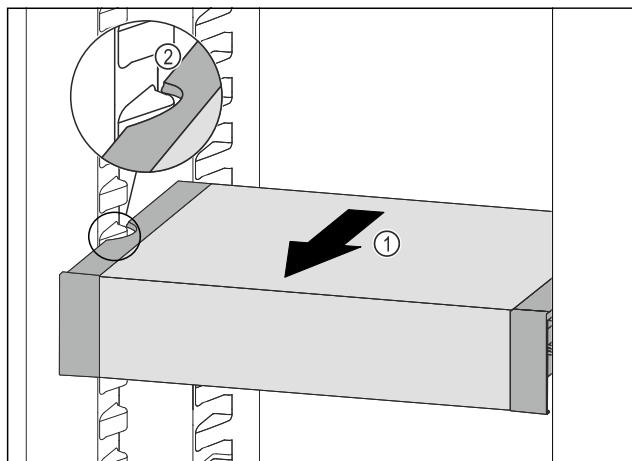

Fig. 93
- Táhněte VarioSafe dopředu Fig. 93 (1), dokud nebudou boční vybrání VarioSafe na úrovni žebrování na nádoby v chladničce. Fig. 93 (2)